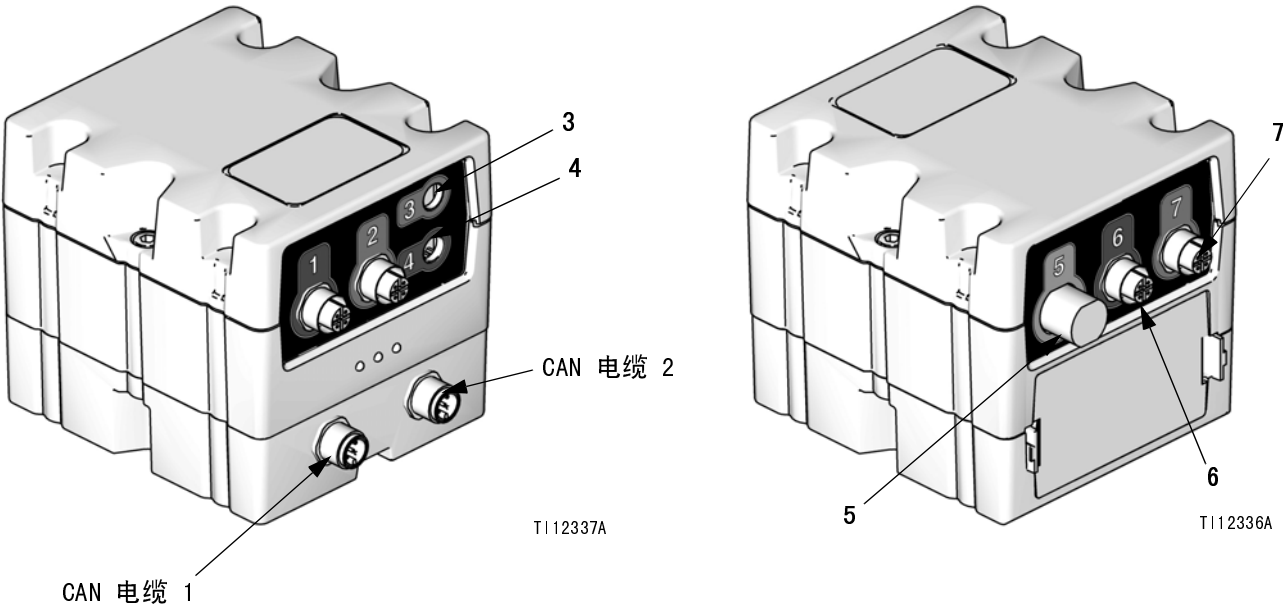

图 7: FCM 传感器连接
- 流体控制模块 (K)。见第 13 页的图 7。
3. 用空料 / 低位传感器分线电缆更换空料传感器（EE）与 FCM 连接器之间的现有电缆（请参见第 13 页的图 7）。